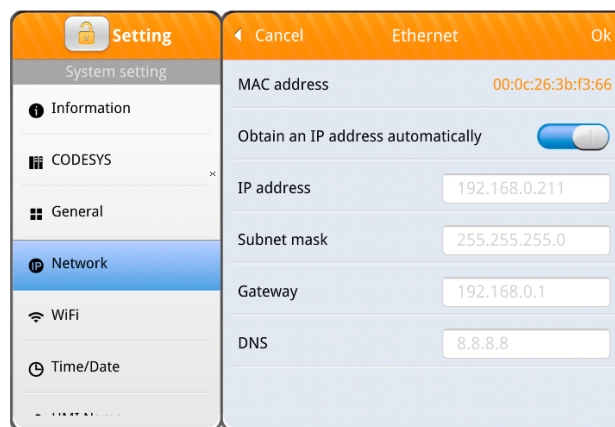

Рисунок 4 – Диалоговое окно настройки IP адреса
При некорректной работе или зависании панели следует использовать аппаратный сброс устройства, кнопка (1) которого расположена на боковой части прибора (Рис.4). Кнопку сброса следует нажимать пластиковым штоком из комплекта поставки или любым другим неметаллическим предметом подходящего диаметра. После нажатия сброса при наличии внешнего питания панель перезагрузится, в противном случае – выключится.
Таблица 4 - Режимы DIP переключателя (2) на боковой панели (Рис.4)